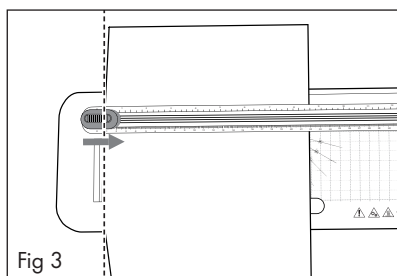

Fig 3
- Ved skæring af dokumenter kan papirstrimler i visse situationer sætte sig fast i skæreskinnen ④ og være vanskelige at fjerne.
- 1) Skub skærehovedet ① indtil stop. Skærehovedet ① kan skubbes til begge ender af skæreskinnen ④.
- 2) Hold papiret/folien ind under skæreskinnen ④.
- 3) Brug markeringerne på skærelinealen ③ til nøjagtig justering af papiret/folien, hvis du f.eks. vil afkorte det eller skære det på skrå (se fig. 3 og 4).